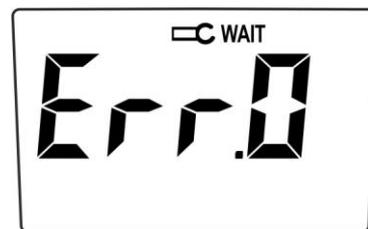

Fig. 4
3. Nos casos em que, durante o processo de calibração seja aberto o toroide, a indicação “Err.0” é apresentada no display (ver Fig. 4). Quando o toroide é fechado o processo de calibração reinicia automaticamente.